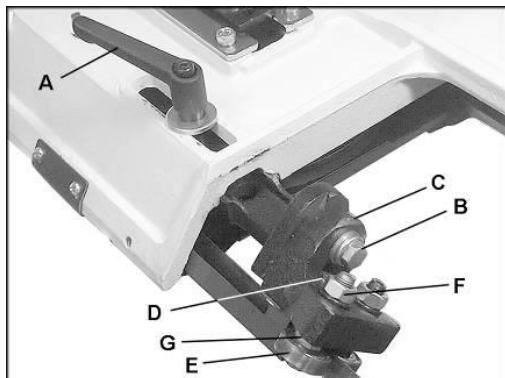

Fig 11
Lösen Sie die Sechskantschraube (B, Fig 11) und stellen Sie die Rückenrolle (D) auf einen Abstand von ca. 0,1mm zum Sägeband ein. Sechskantschraube wieder festziehen.